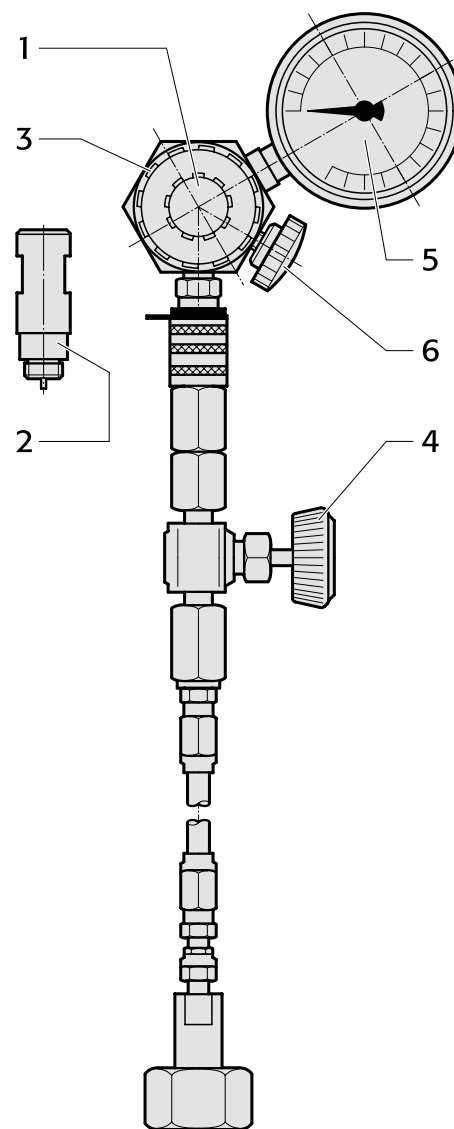

Figura 16:
9.1 La carica del cilindro seguitore e dell'accumulatore con azoto (figura 16)